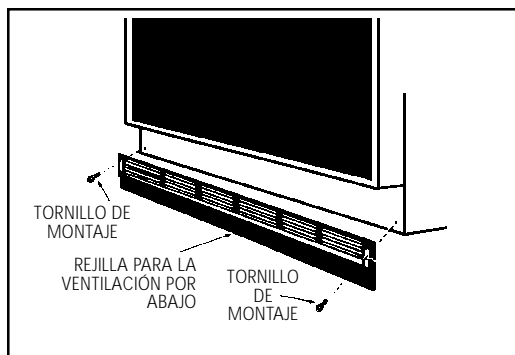

Figura 7
1. Alinee los dos agujeros de montaje en la rejilla con los agujeros de montaje a cada lado de la parte inferior del armazón del horno, debajo de la puerta del horno. (vea la figura 7)